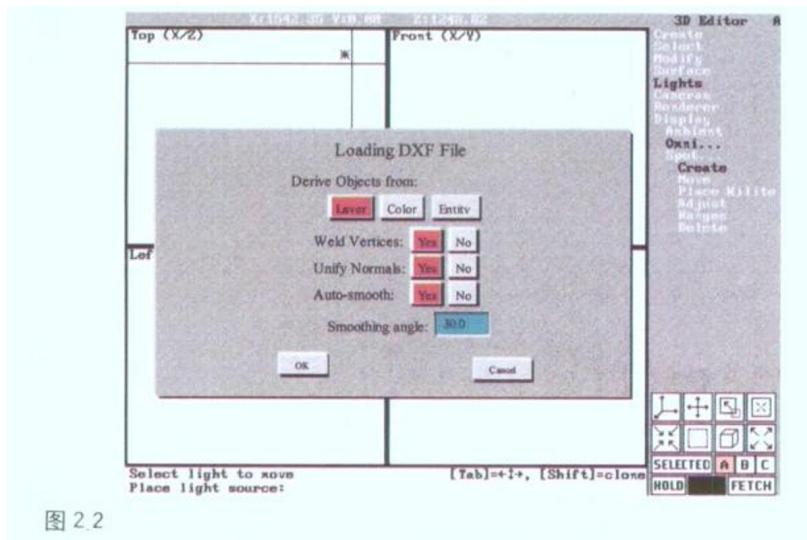

图 2.2
③将Wildcard 改为\*.DXF，再输入盘符、目录及文件名，然后回车；也可以完全由鼠标点取相应按钮，最后点取OK 或双击文件名确定调入的模型文件名，弹出“Loading DXF File”对话框(图 2.2)。